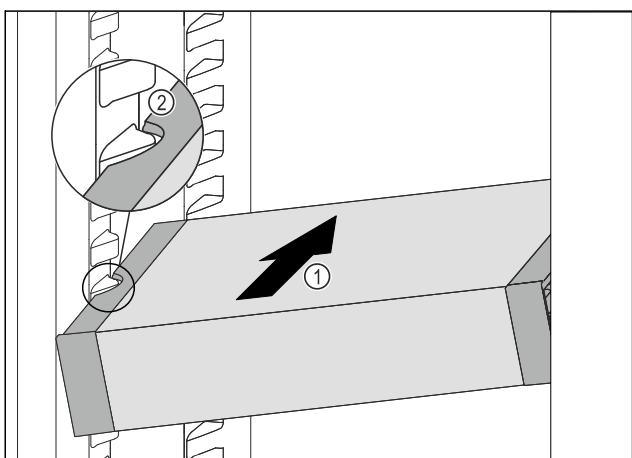

Fig. 87
- Predal VarioSafe potiskajte poševno v hladilnik Fig. 87 (1), dokler stranska izreza Fig. 87 (2) predala VarioSafe nista na višini nastavka za posodo v hladilniku.